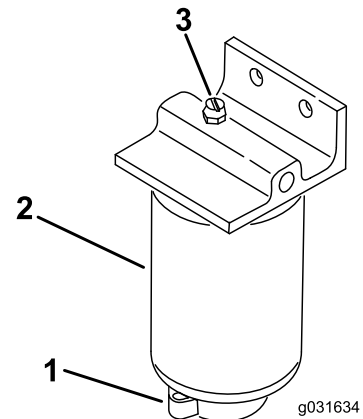

図 51
2. フィルタ容器 図 51 下部のドレンプラグをゆるめて水や異物を流し出す。